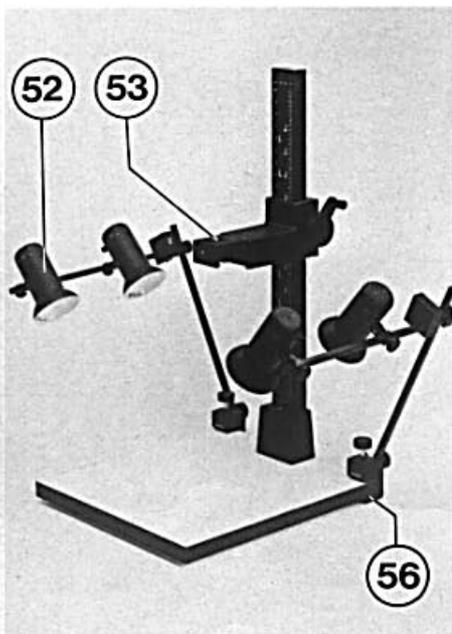

Bild 28
Dazu wird der Klemmsockel (56) jedes Haltearmes so an der Grundplatte befestigt, daß der Kunststofffuß der Grundplatte in die Aussparung im Unterteil des Klemmsockels (56) paßt (Bild 28).